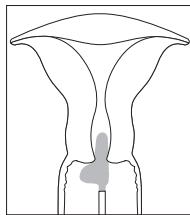

Fig. 1
3. Segurar a FLOQSwabs® pela haste, inserir a ponta da zaragatao (a secção longa do L) dentro do canal cervical, deixando de fora a parte mais larga da zaragatao (a secção curta do L). Ver Fig. 1